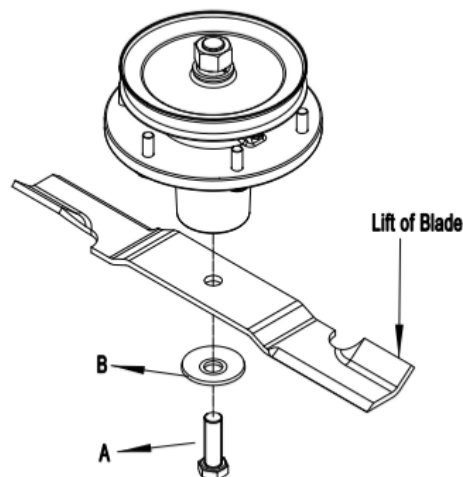

Fig. 12
Retirez le boulon (A), qui a filetage à droite (Reportez-vous à la Fig. 12). Retirez les rondelles, la lame.
- Réinstallez chaque lame de tondeuse avec le levage de la lame pointant vers le plateau de la tondeuse comme illustré à la Fig. 12. Fixez avec le boulon de fixation de la lame de tondeuse et les rondelles et vissez à un couple de 156-163N.m.